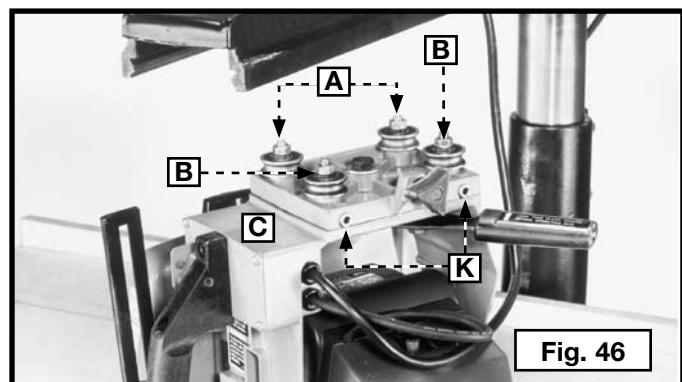

Fig. 46
El cabezal de corte (C) Fig. 46 está suspendido desde cuatro cojinetes pre-cargados, lubricados y blindados, dos de los cuales se encuentran sobre ejes fijos en (A), y dos sobre ejes ajustables en (B).
**ATENCIÓN:** El cabezal de corte (C) Fig. 46 fue retirado del brazo guía para propósitos de ilustración. NO retire el cabezal de corte del brazo guía.
2. Deslice el cabezal de corte (C) Fig. 46 hasta que uno de los cojinetes ajustables (B) Fig. 46 quede visible a través del agujero (G) Fig. 43.